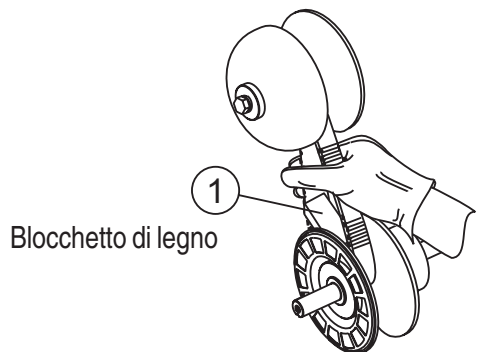

Figura 19. Mantenimento dell'apertura della puleggia inferiore
3. **Inserire** il blocchetto di 1,9 x 2,54 x 9,52 cm (3/4 x 1 x 3-1/4 pollici) tra il piatto mobile e il piatto fisso della puleggia inferiore (vedi figura 19). Questo blocchetto serve a tenere aperti i due piatti della puleggia inferiore durante l'installazione della nuova cinghia di trasmissione.